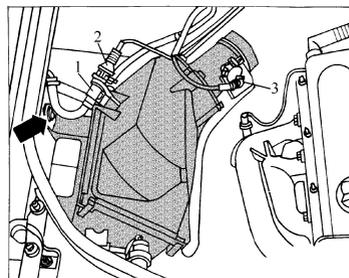

图 2-71 拔下空气流量计和活性炭罐电磁阀插头
- 8) 拔下空气流量计和活性炭罐电磁阀插头 2 和 3，并将导线置于一旁 (图 2-71)。
- 9) 拔下空气滤清器壳体上的活性炭罐电磁阀 1 (图 2-71)。
- 10) 如图 2-71 箭头所示，拆下空气滤清器壳体。